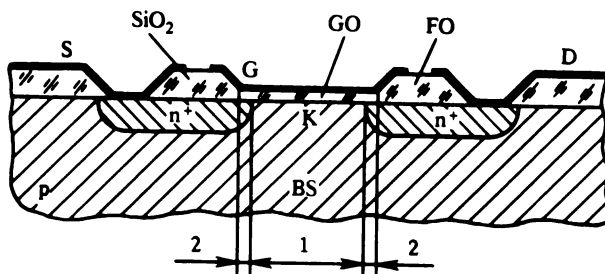

Abb. 7. MIS/MOS-FET: Aufbau bei Metallgate-Technik
4. Объясните, что изображено на рис. 7.
5. Используя рис. 7, назовите основные элементы структуры полевого транзистора с изолированным затвором.
Der MIS-FET (auch MOS-FET, da I oft SiO_2) ist heute meist ein n-Kanal-typ, daher beziehen sich alle Erläuterungen darauf. Er wird in einem p-Substrat selbstisolierend mit zwei n^+ -Dotierungsgruben für Source (S) und Drain (D) angelegt (Sperrschichtisolation) (Abb. 7). Das Gate bedeckt den gesamten Kanalbereich zwischen S und D. Zur sicheren Überdeckung wird das Gate auch etwas über die Dotierungsgruben gezogen (Sicherung gegen Toleranzen).² Mit der Gatespannung wird das Oberflächenpotenzial des Kanalbereiches gesteuert. Damit wird im p-Substrat unter dem Gateisolator der Kanal gesteuert und beeinflusst. Der Kanal ist wie die Dotierungsgruben gegenüber dem Substrat auf Sperrpotenzial, also von einer Sperrschichtraumladungzone eingegrenzt. Mit der Substratvorspannung kann diese Raumladungzone wie beim IG-FET gesteuert werden.
3. die Dotierungsgruben-Substrat-Dioden – диоды, образованные np-переходами между диффузионными областями стока или протока и подложкой (см. рис. 7).